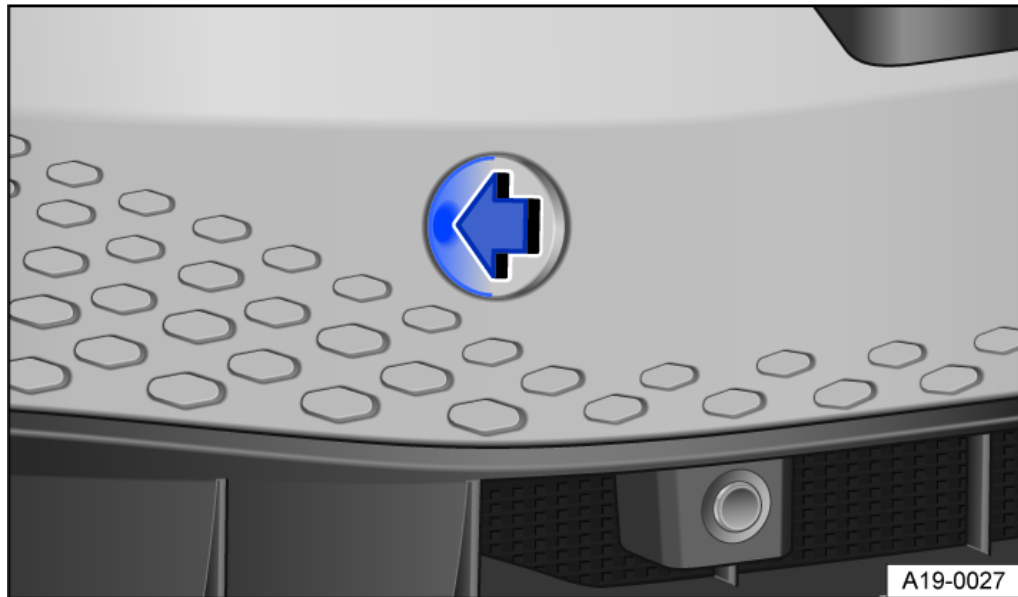

Abb. 1 Im Stoßfänger vorn rechts: Abdeckung abnehmen.
- Auf den seitlichen Bereich der Abdeckung in Pfeilrichtung drücken, um die Verastung der Abdeckung zu lösen → *Abb. 1*.